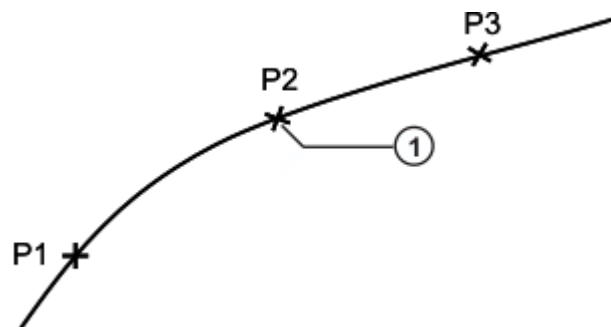

Fig. 7-7: Movimiento ejemplar para lógica
Las funciones de espera dependientes de señales pueden programarse con y sin su procesamiento en movimiento de avance. **Sin movimiento de avance** significa que, en cada caso, se detiene el movimiento en el punto y se controla la señal: (1) (>>> Fig. 7-7). El punto tampoco puede repasarse.